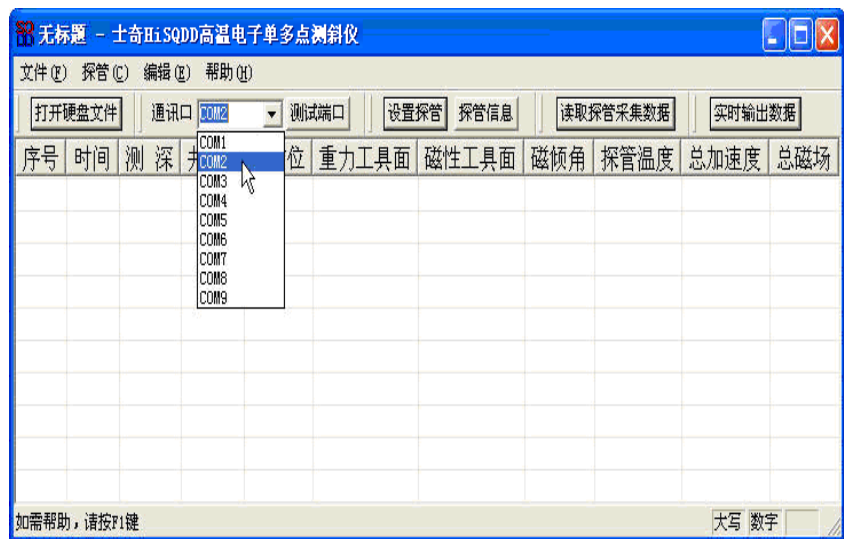

图 4
1. 单击“通讯口”右侧的▼钮，即可选择设置探管通讯端口。屏幕显示如图 4 所示。